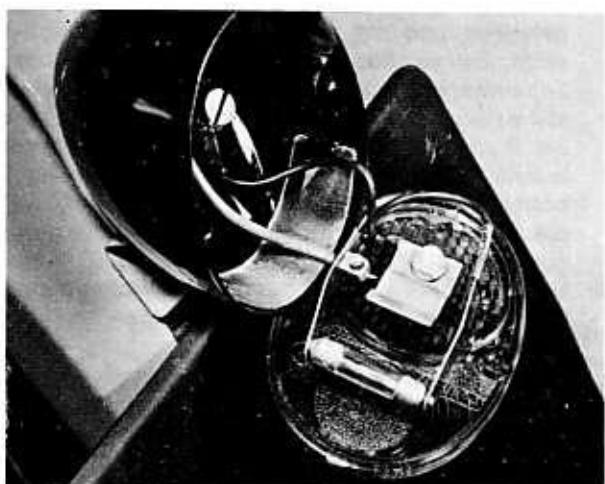

Bild 164
- Die Schlusslichtlampe ist eine Soffittenlampe, die zwischen zwei federnden Kontaktzungen sitzt (Bild 164).